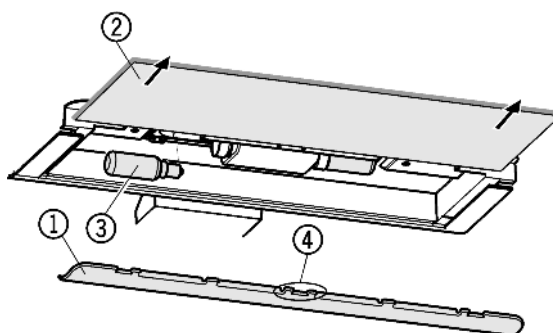

Fig. 23
- ▶ Zdjąć przesuwną Fig. 23 (1): włożyć palec pod przesuwną i wyczepić ją.
- ▶ Wyciągnąć płytkę szklaną Fig. 23 (2).
- ▶ Wymienić żarówkę Fig. 23 (3).
- ▶ Założyć z powrotem przesuwną: zacześć po prawej i po lewej stronie uważając, aby haczyk Fig. 23 (4) chwycił płytkę szklaną.